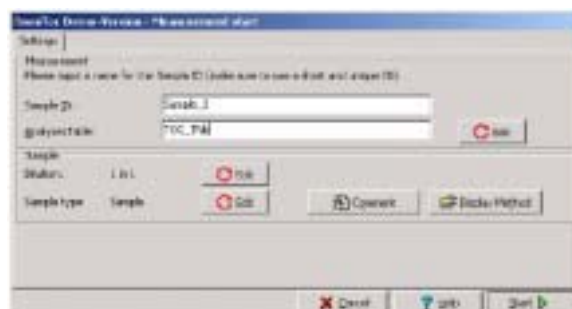

图38 Measurement Start (测量开始) 窗口
4. 在Measurement Start (测量开始) 窗口(图38), 输入样品ID, 如果必要在Measurement (测量) 部分输入Analyses Table (分析表) 的名称。